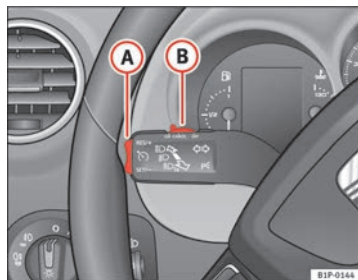

Fig. 132 Palanca de intermitentes y de luz de carretera: mando y tecla basculante para el regulador de velocidad
- Presione la parte superior de la tecla basculante **RES/+** ⇒ fig. 132 **A** para aumentar la velocidad. El vehículo acelerará mientras mantenga la tecla presionada. Al soltar la tecla quedará memorizada la nueva velocidad.
Si se reduce la velocidad programada pisando el pedal del freno, se desactiva el regulador de velocidad. Si quiere activar de nuevo el regulador, bastará con presionar una vez la parte superior de la tecla basculante **RES/+** ⇒ página 187, fig. 132 **A**.